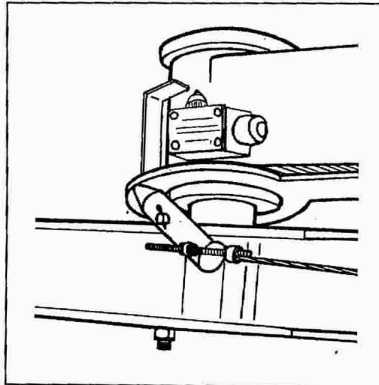

Fig. 5-2
- 5.4 Der Notaus\* besteht aus einem Auslösebügel, der einen kleinen elektrischen Schalter über einen Schleifring (14, Abb. 5-2) betätigt. Sobald der Stromkreis unterbrochen wird, wird der Ölstrom abgestellt und der Wickelarm hält an.